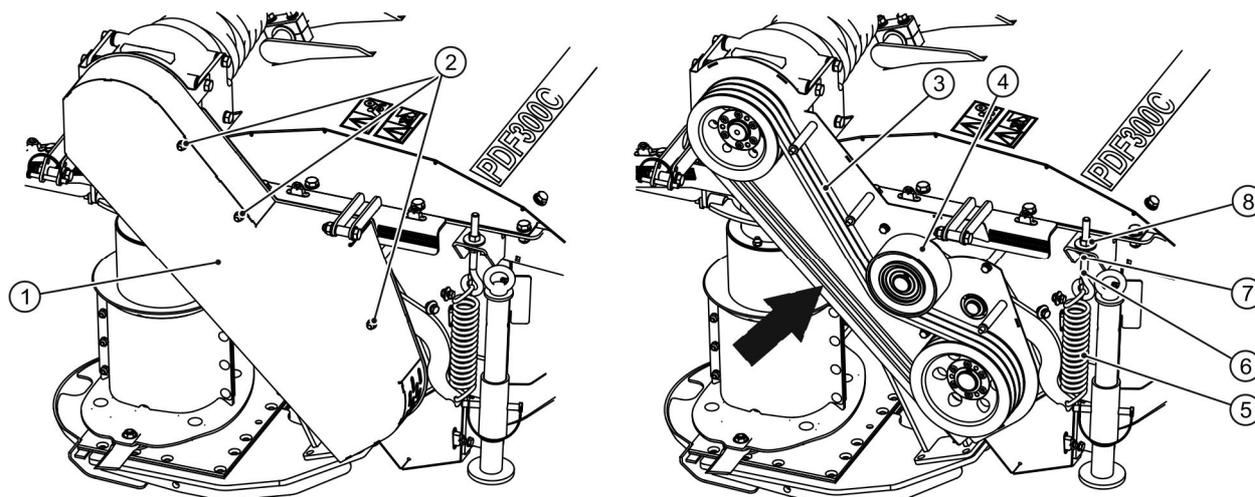

РИСУНОК 5.6 Регулирование натяжения ременной передачи PDF300C
(1)- кожух передачи; (2)- гайки; (3)- ремень передачи; (4)- натяжитель; (5)- натяжная пружина; (6)- натяжной болт; (7)- контргайка; (8)- регулировочная гайка.
Натяжение ремней (РИСУНОК 5.6) можно изменять при помощи регулировочной гайки (8) болтанатяжителя (6). Для этого необходимо отвинтить контргайку (7) и затянуть регулировочную гайку (8) на болте (6) до того момента, пока пружина натяжителя не достигнет минимального натяжения. Прогиб ремня (3), измеренный по середине расстояния между ременным шкивом на угловой передаче и ременным шкивом вала вспушивателя, не должен превышать 10 мм под нажимом 7,5 даН (кг).